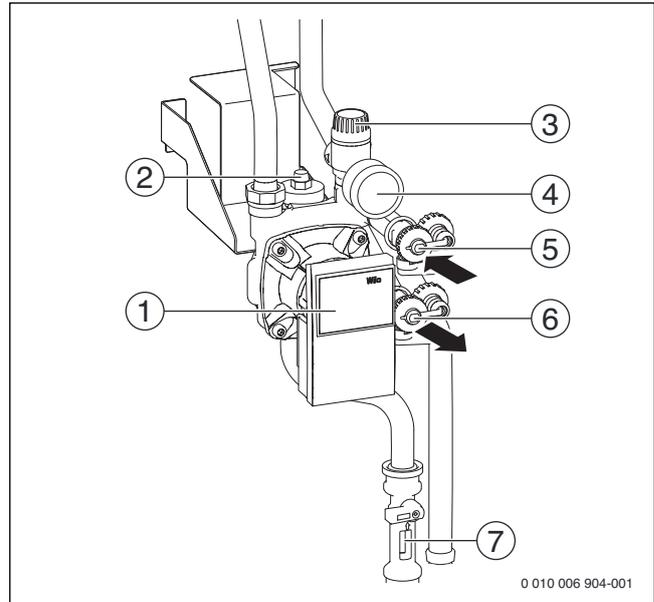

Fig. 77 Aperçu du groupe solaire
Raccorder le dispositif de remplissage au robinet de remplissage et de vidange de la pompe solaire (→ fig. 77) :
- ▶ Ouvrir le robinet de remplissage et de vidange (→ fig. 77, [5] et [6]).
- ▶ Pendant la purge, brider plusieurs fois rapidement le robinet de remplissage et de vidange côté aspiration (→ fig. 77, [6]), puis l'ouvrir rapidement entièrement. Les bulles d'air qui se sont accumulées dans la conduite peuvent ainsi se résorber.